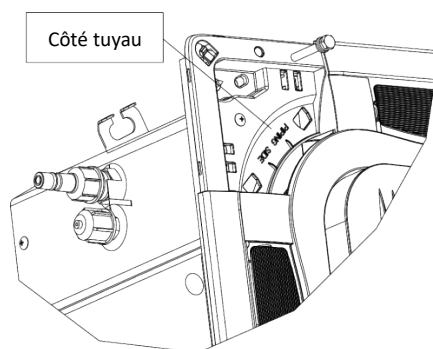

Fig.4.4.4
- ① Détachez le capuchon d'angle du panneau, il y a l'indication « piping side » (côté tuyau) sur l'un des 4 coins, ajustez la direction du panneau de manière à garder l'indication et les raccords sur le même coin, comme illustré à la Fig. 4.4.4